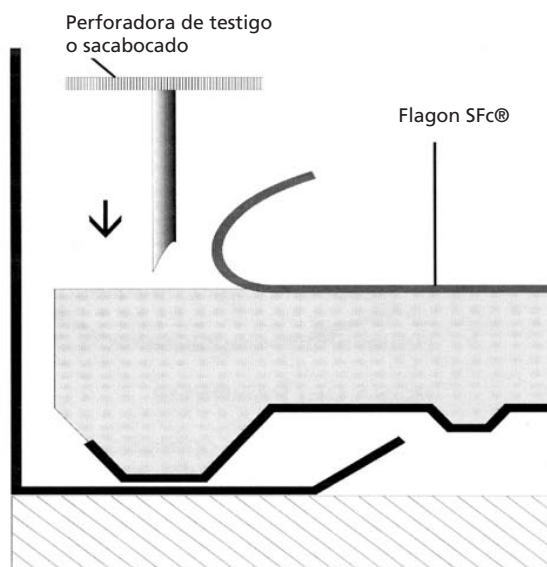

Fig. 6
- Levantar el orillo, es decir, en correspondencia del centro de la primera greca proceder a retirar la capa de la espuma de poliuretano con una adecuada perforadora de testigo o sacabocado (fig. 6).